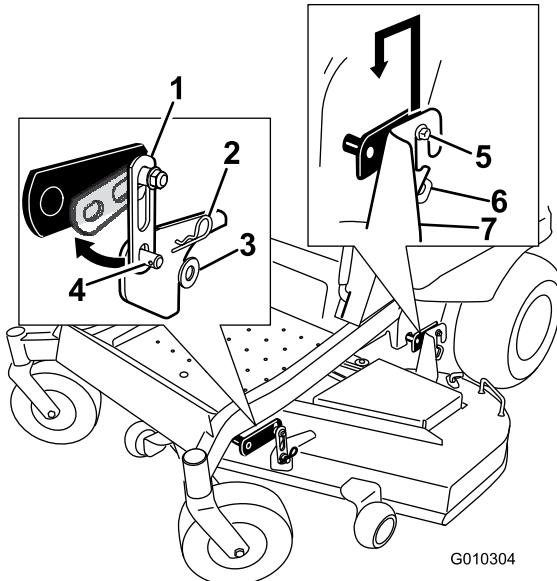

Figura 71
2. Retire los herrajes de las pletinas de suspensión delanteras en ambos lados de la carcasa (Figura 71).
3. Retire la carcasa con cuidado de los pernos de las pletinas de suspensión y baje la parte delantera de la carcasa al suelo (Figura 71).
5. Eleve la parte trasera de la carcasa del cortacésped y coloque los soportes de las pletinas de suspensión sobre sus pernos (Figura 71).
6. Conecte el soporte delantero de la carcasa del cortacésped a las pletinas de suspensión delanteras y sujetelas con una arandela y un pasador de horquilla (Figura 71).